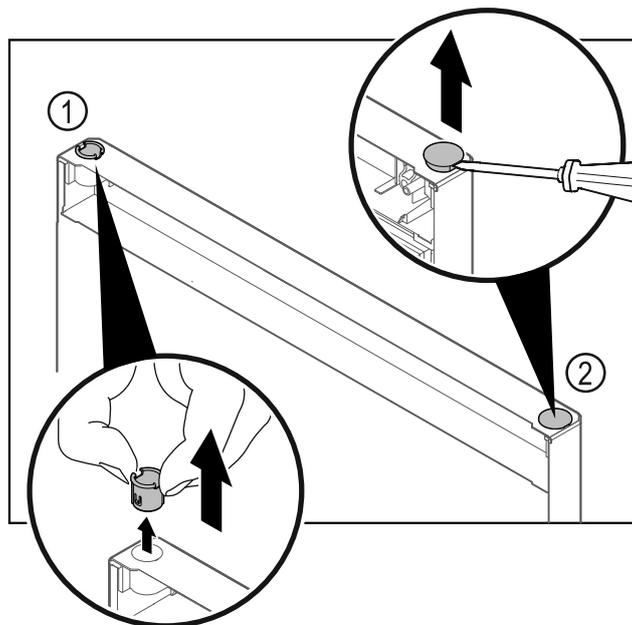

Fig. 22 Porta del vano frigorifero
- ▶ Estrarre la boccola cerniera Fig. 22 (1) con le dita.
- ▶ Con un cacciavite a testa a intaglio sollevare con cautela il tappo Fig. 22 (2) ed estrarlo.